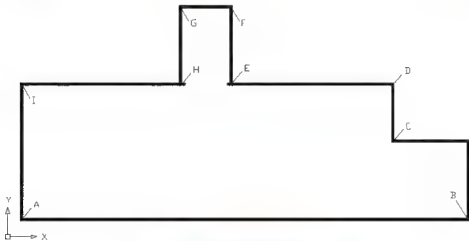

图 6.31 调整视图为俯视图
(1) 改变当前层: 创建【屋面】图层并将其设为当前层, 然后将【柱】、【门窗框】、【玻璃】、【勒脚】、【墙】和【轴线】图层关闭。
(2) 执行菜单栏中的【视图】|【三维视图】|【俯视】命令, 将视图调整为俯视图状态, 结果如图 6.31 所示。
- (1) 启动【多段线】命令（快捷键 PL）。
- (2) 在指定起点：提示下，捕捉图 6.31 所示的 A 点作为多段线的起点。
- (3) 在指定下一个点或 [圆弧(A)/半宽(H)/长度(L)/放弃(U)/宽度(W)]: 提示下，输入“W”。
- (4) 在指定起点宽度< 80.0000 >: 提示下，输入“0”。
- (5) 在指定端点宽度< 0.0000 >: 提示下，输入“0”。
- (6) 在指定下一点或 [圆弧(A)/闭合(C)/半宽(H)/长度(L)/放弃(U)/宽度(W)]: 提示下，依次捕捉图 6.31 中的 B、C、D、E、F、G、H 和 I 点。
- (7) 在指定下一点或 [圆弧(A)/闭合(C)/半宽(H)/长度(L)/放弃(U)/宽度(W)]: 提示下，输入“C”后按 Enter 键。